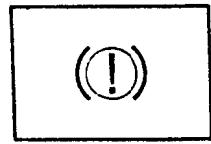

图 1-9 制动警告灯
(2) 制动警告灯(图1-9)。在点火开关转至运行位置后，制动警告灯应短暂地亮起，然后熄灭。当车辆有故障时，制动警告灯就会发亮，表示需要进行检修。若在汽车行驶中，此灯发亮，并感到制动踏板变硬、变低，制动效果变差，说明制动系统工作不正常，应立即靠边停车，若继续驾驶可能引发故障。若停车后该警告灯一直发亮，或防抱死制动警告灯闪烁，应立即检修。此外，当点火开关接通时，如果进行驻车制动，制动警告灯也亮起，在完全释放驻车制动后，如警告灯仍然发亮，说明制动系统出现故障。